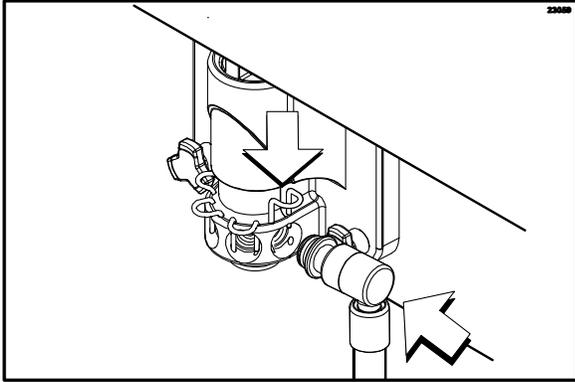

Figura 37
28. Lubrique la junta tórica. Levante el dispositivo de retención de la válvula de jarabe. Instale la válvula de jarabe. Baje el dispositivo de retención de la válvula de jarabe para sostener la válvula en su sitio. **Repita este procedimiento para cada una de las válvulas de jarabe.** (Vea la figura 37).